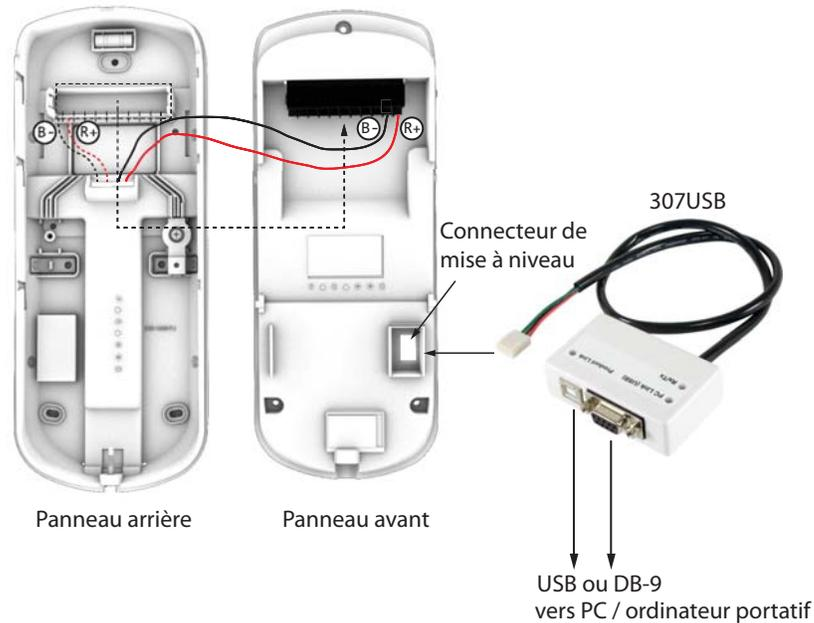

Figure 10: Mise à niveau du micrologiciel du NVX80
- un dispositif 307USB de Paradox (montré dans la Figure 10)